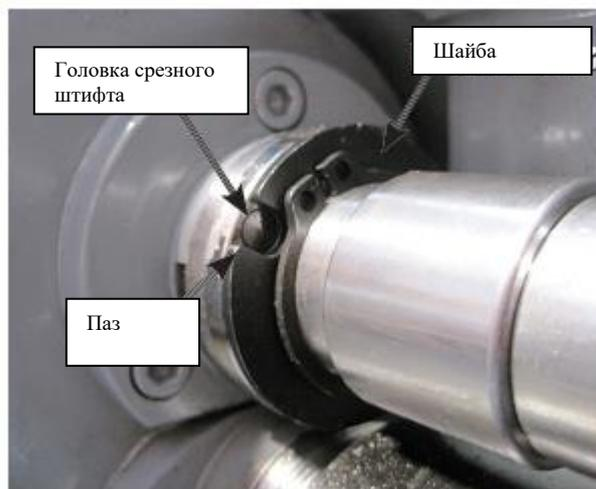

Рис. 98. Шайба / штифт выровнены.
3. Поверните шайбу так, чтобы паз совпал с головкой срезного штифта (Рис. 98).